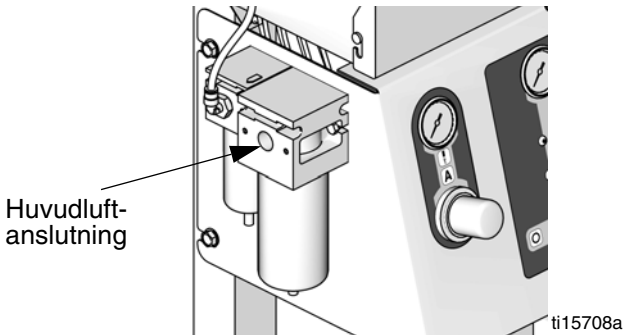

FIG. 3. Luftmatningsanslutning
2. Anslut huvudledningen för lufttillförsel till huvudluftanslutning. Denna ledning förser solenoider, ventiler och pumpar med luft. Se FIG. 3.